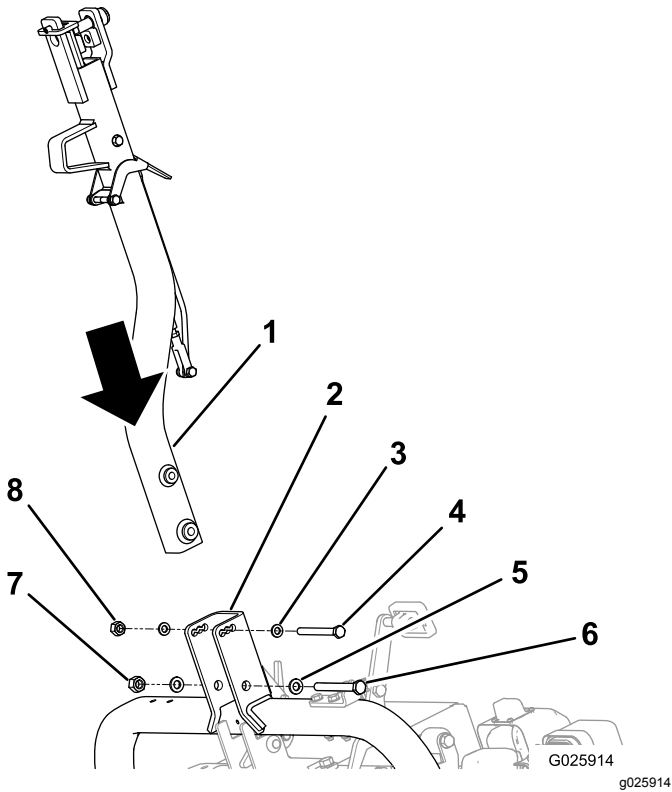

図 5
2. ヒッチを、ヒッチピボットブラケットに接続し、適切に固定する 図 5を参照。